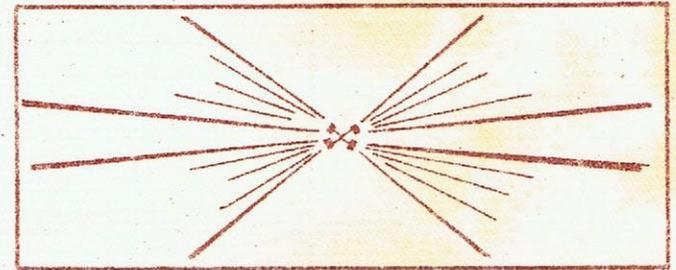

Fig. 3A
- Sonorisation centrale, hall d'exposition, etc.. (fig. 3A - 3B - planche II)
Exemple : le Salon de la Pièce Détachée 1952 était sonorisé suivant les fig. 3A - 3B planche II. Une puissance de 25 watts environ permettait une excellente intelligibilité en tous points du hall de 100 mètres sur 50 m. Quatre colonnes 1955 étaient utilisées.